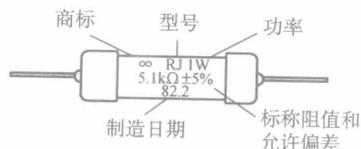

图 1-6 直标法表示的电阻器
(1) 直标法 如图 1-6 所示。
(2) 文字符号法 如 5K1 表示 5.1k $\Omega$ , 5 $\Omega$ 1 表示 5.1 $\Omega$ , 4M7 表示 4.7M $\Omega$ 。
(3) 数码法 两位数码, 如“15”表示 10000 $\Omega$ ; 三位数码, 如“103”表示 10000 $\Omega$ 。前面的数字表示有效数字, 末位数字表示零的个数。这种标注方法在贴片电阻器上广泛采用。